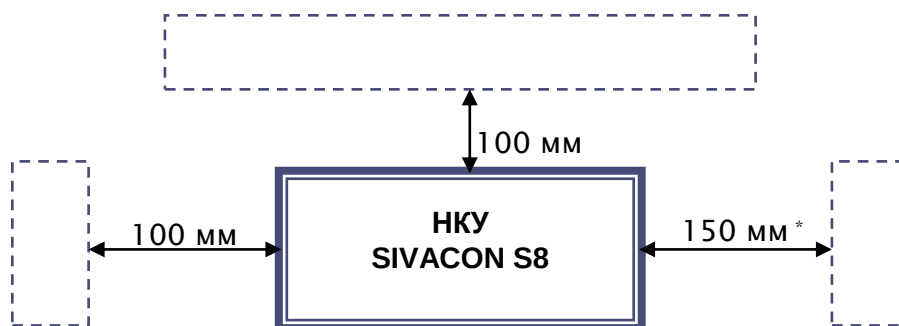

Рисунок 13
- НКУ SIVACON S8 одностороннего обслуживания (при фронтальном подключении кабеля/шин), как правило, устанавливаются вблизи стен помещений (далее – прислонная установка). При этом должны соблюдаться следующие минимальные расстояния от НКУ SIVACON S8 до стен помещений (см. рисунок 13):